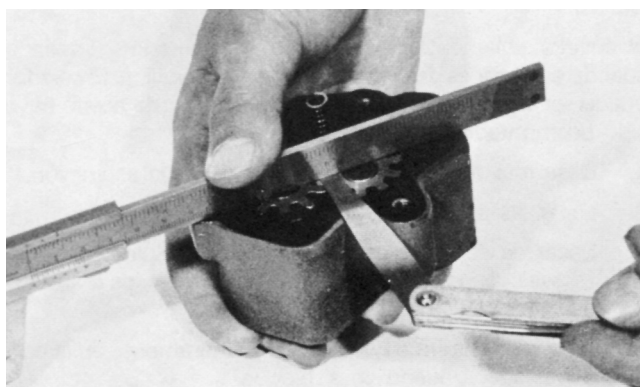

Fig. 37. Mätning av axialspelet.
8. Kontrollera axialspelet enligt fig. 37.